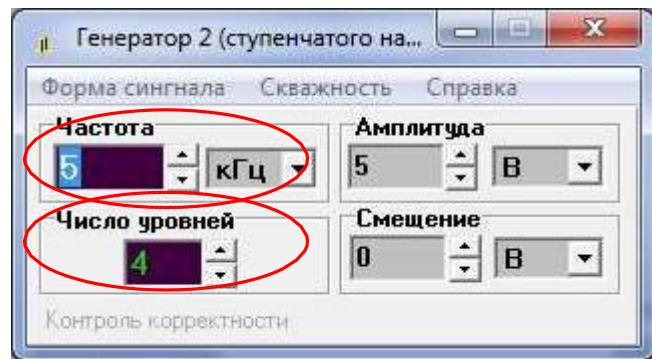

Рис. 7.14. Установка параметров генератора ступенчатого напряжения
4. В свойствах генератора 2 ступенчатого напряжения установите частоту 5 кГц и число уровней 4 (рис. 7.14).